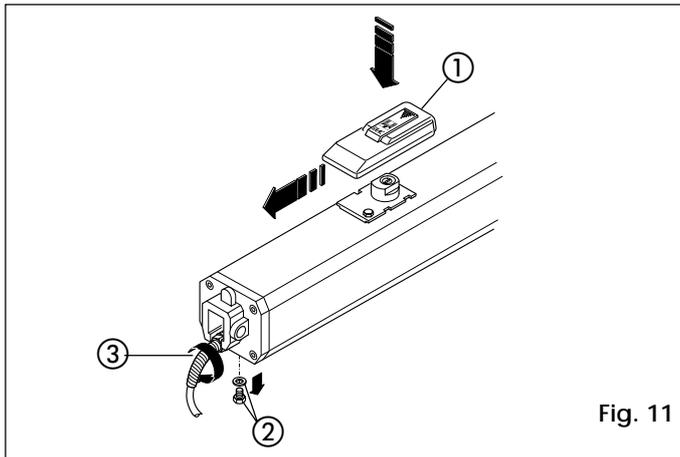

Fig. 11
12) Preparar el cárter de protección y aplicarlo al actuador, como en la Fig. 9. Montar el salvapliegue del cable eléctrico (ref. 3, Fig. 11).
- Poner la protección de desbloqueo (ref.1, Fig. 11).
- Quitar el tornillo de desahogo (ref. 2, Fig. 11).